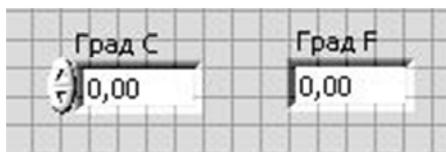

Рис. 2.1. Лицевая панель
1. Выберите пункт главного меню File / New / VI, чтобы открыть новую лицевую панель (рис. 2.1).